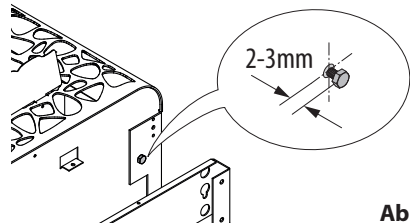

Abb. 7
- Hierbei muss zum Einhängen des Saunaofens ein Abstand von ca. 2-3 mm zwischen Schraubenkopf und Rückwand des Ofens vorhanden sein (Abb. 7).